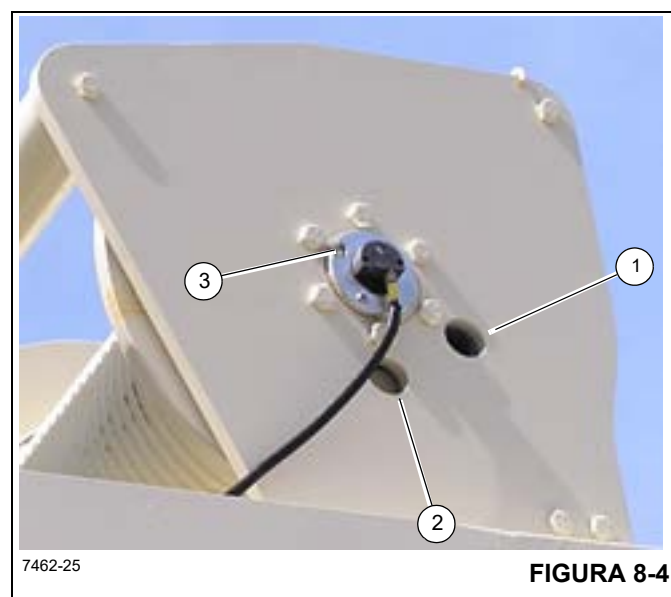

FIGURA 8-4
- Gire el tambor hasta que el tapón de llenado/nivel de aceite (1, Figura 8-4) sea visible en el agujero de inspección.
- Retire el tapón de llenado/nivel (1) e inspeccione visualmente el nivel de aceite. El aceite deberá estar al nivel del fondo del agujero de inspección. Si se necesita más aceite, añada lubricante y reinstale el tapón de llenado/nivel.
- Para vaciar y añadir aceite nuevo, retire el tapón de ventilación (3, Figura 8-4). Retire el tapón de vaciado (2) con una llave de casquillo hexagonal y luego enrosque un tubo de 1 pulg en el agujero del tapón de vaciado (2) para vaciar el aceite. Vacíe el aceite hidráulico. Retire el tubo de vaciado de 1 pulg e instale el tapón de vaciado (2).
- Para llenar con aceite, gire el tambor de manera que la lumbrera de llenado/nivel (1, Figura 8-4) sea visible a través del agujero superior. Instale un tubo de 1 pulg con codo en el agujero de llenado (1) como ayuda para el llenado de aceite. Retire el tapón de llenado/nivel con una llave de casquillo hexagonal y llene el mecanismo con 3.3 l (3.50 qt) de aceite para engranajes. Consulte la "Lubricación" en la página 8-4.